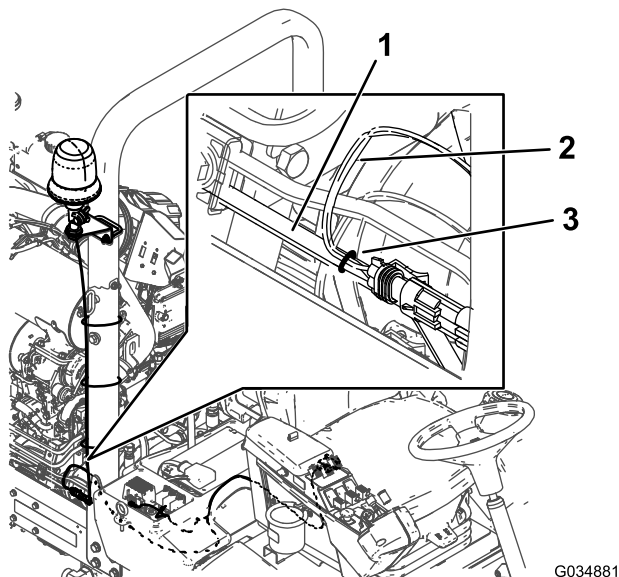

Bild 4
1. Befestigen Sie den Kabelbaum mit einer Kabelbinde am Hydraulikrohr (Bild 4).